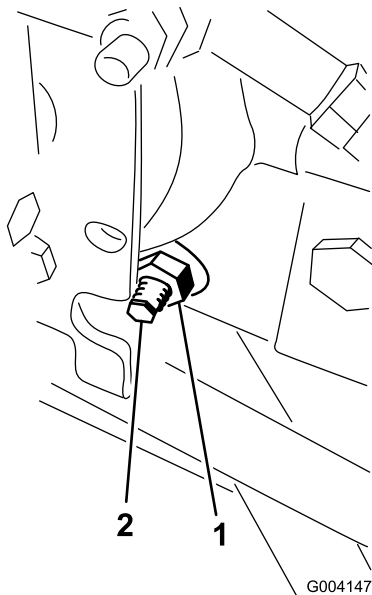

Figura 43
3. En el lado derecho del hidrostato, afloje la contratuerca de la leva de ajuste de tracción (Figura 43).